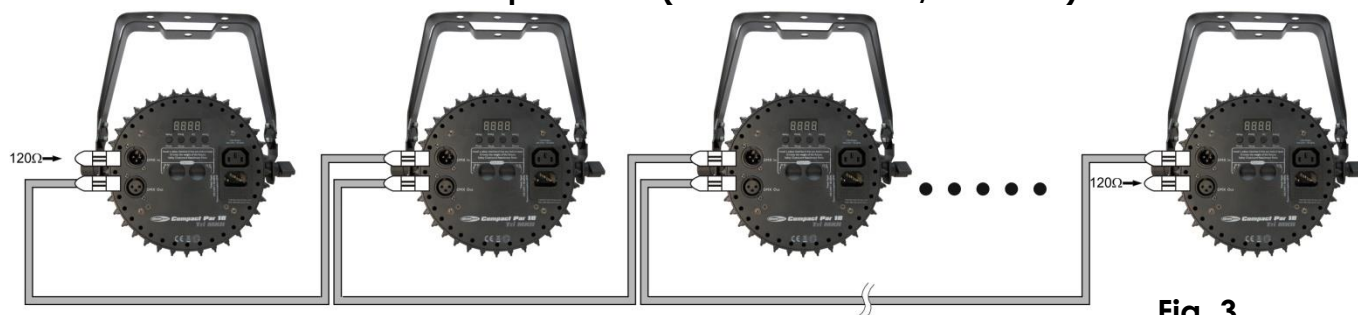

Fig. 3
3. Raccordez les unités entre elles (Fig. 3), puis connectez un câble DMX entre la prise DMX « out » de la première unité. Répétez cette opération pour raccorder la seconde, la troisième et la quatrième unité. Vous pouvez utiliser les mêmes fonctions sur l'appareil maître, comme cela est décrit aux pages 14 et 15 (programmes intégrés, fonctionnement automatique ou contrôle sonore). Cela signifie que vous pouvez définir le mode d'opération que vous voulez sur l'appareil maître et faire en sorte que tous les appareils esclaves réagissent de la même manière.